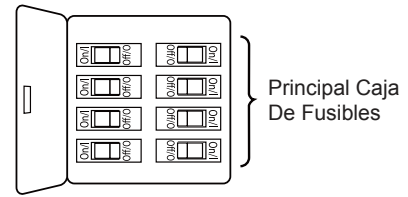

Figura 1
1. Coloque las palas a través de las ranuras en la cubierta del motor y fije la unidad del motor usando los tornillo de cabeza dentada #8-32 y las arandelas de plana. Asegúrese de que los tornillos fijan adecuadamente las palas al centro del motor estando éstas colocadas correctamente. (Figura 1)
1. Extraiga la pieza de la bola colgante de la unidad de la bola colgante / varilla aflojando el tornillo de presión de la bola colgante hasta que la bola se libere de la varilla. Retire el pasador del barral y luego extraiga la semiesfera. Conserve el pasador y la semiesfera para su reinstalación en el Paso 6. (Figura 1)
Para evitar una posible descarga eléctrica, asegúrese de cortar la alimentación eléctrica de la caja de fusibles principal antes de colgar el ventilador. (Figura 1)